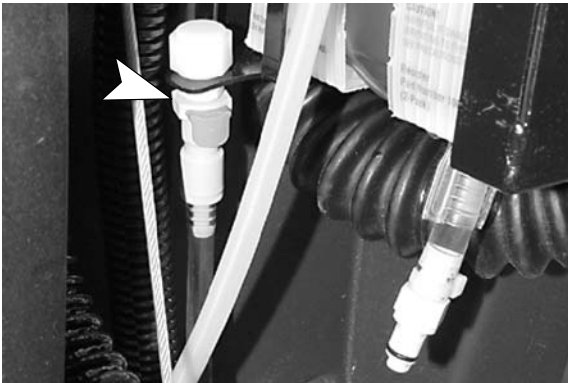

FIG. 35
- Modèle FaST : branchez le tuyau d'alimentation FaST-PAK sur le bouchon de stockage lorsque vous ne l'utilisez pas (Figure 35). Éliminez toute trace de concentré séché du raccord du tuyau, en le trempant dans de l'eau chaude.